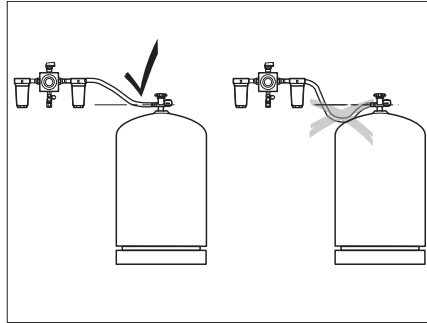

Bild 247 Verlegen der Hochdruckschläuche
- ▷ Beim Verlegen der Hochdruckschläuche darauf achten, dass die Schläuche stetig steigen (Bild 247).